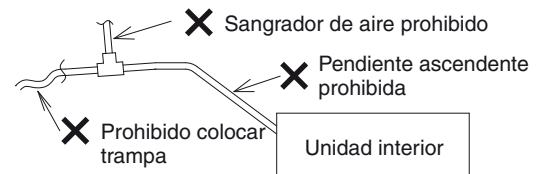

Fig. 3-7
(2) Limitaciones de la conexión del tubo de drenaje
- No instale el tubo de drenaje con una pendiente hacia arriba desde la conexión del orificio de drenaje. De lo contrario, el agua de drenaje podría fluir hacia atrás y fugarse cuando la unidad no está en funcionamiento. (Fig. 3-7)
- No instale un sangrador de aire porque podría provocar la salpicadura de agua por la salida del tubo de drenaje. (Fig. 3-7)
- No utilice una trampa en forma de U ni una trampa acampanada en el medio del tubo de drenaje. Si lo hace se producirán ruidos anormales. (Fig. 3-7)